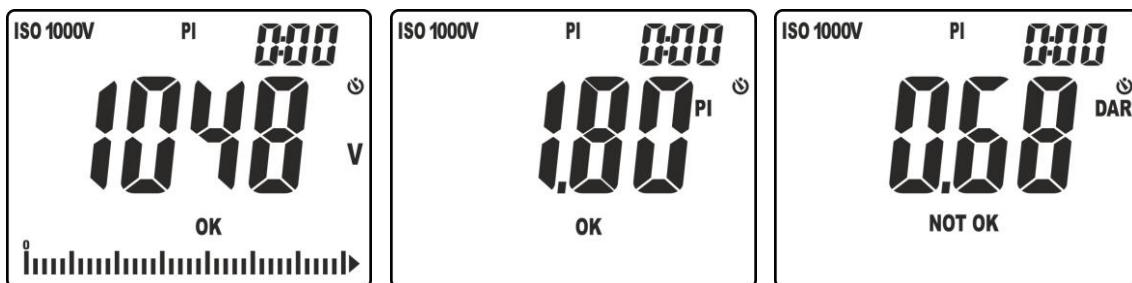

Abb. 24: Ergebnisse der Messung von PI und DAR
10. Drücken Sie die Tasten ▼/☒ oder ▲/ZERO zur Anzeige der tatsächlich verwendeten Testspannung, des Werts des Parameters PI oder des Parameters DAR (siehe Abb. 24).